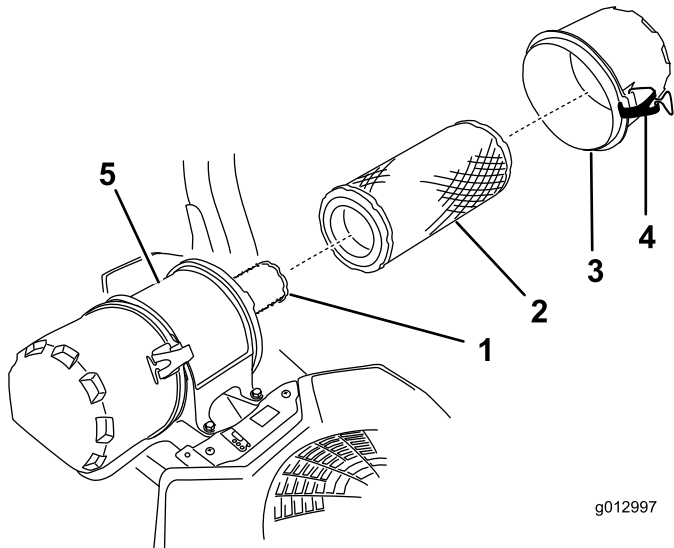

図 28
6. エアクリーナのラッチを外し、ボディーからカバーを抜き出す 図 28。
8. エアクリーナのボディーから外側エアフィルタをゆっくり引き出す 図 28。
- インナーフィルタを交換する場合には、十分に注意しながら、フィルタのボディに挿入する図 28。
- アウターフィルタをゆっくり押し込むようにして安全フィルタの上から取り付ける図 28。